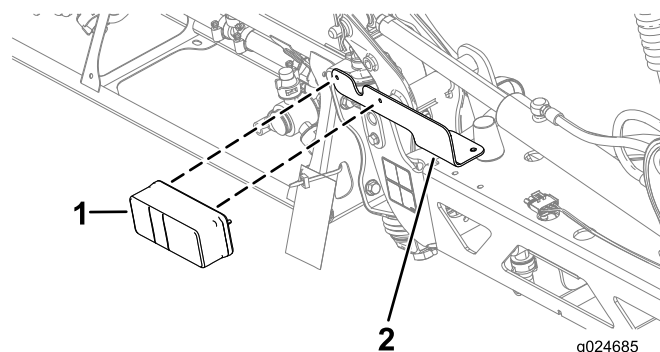

Figure 11
- Placez le bloc optique arrière en face du support de feu arrière en orientant le verre orange à l'extérieur (Figure 11).